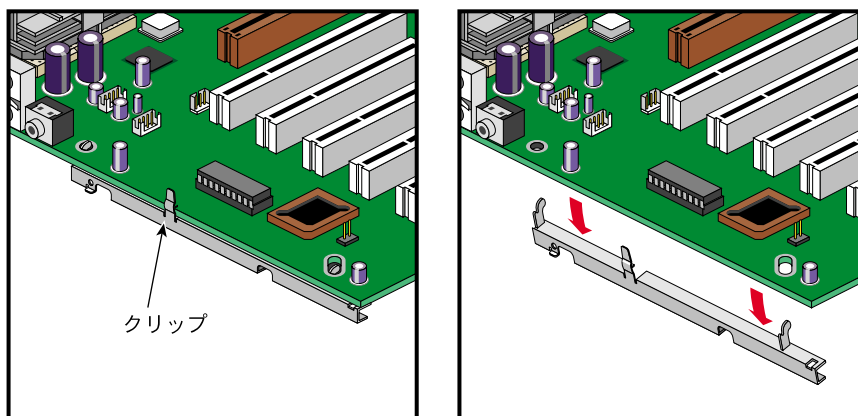

図 2-22 システムボードからの固定ブラケットの取り外し
7. システムボードから固定ブラケットを取り外すには、解除クリップを外してシステムボードからブラケット固定フックを取り外します。図2-22にその手順を図示します。